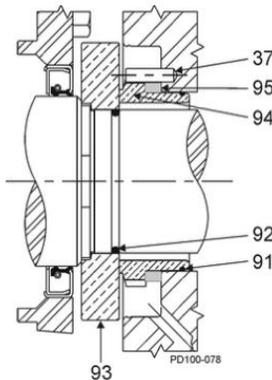

Abbildung 68 - Einfach wirkende Gleitringdichtung
1. Schmieren Sie den Wellen-O-Ring (Abbildung 68, Pos. 92) mit einem Schmiermittel, das mit O-Ring-Material und Prozessflüssigkeit(en) kompatibel ist. Setzen Sie den O-Ring auf die Welle.